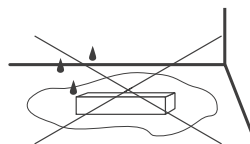

Рис. 3. Не устанавливать источник в местах скопления воды.
- 4.8. Не размещайте источник в местах и нишах, где может скапливаться вода. Нахождение источника в воде [лужа, тающий снег] вызывает разрушающие электрохимические процессы (Рис. 3).